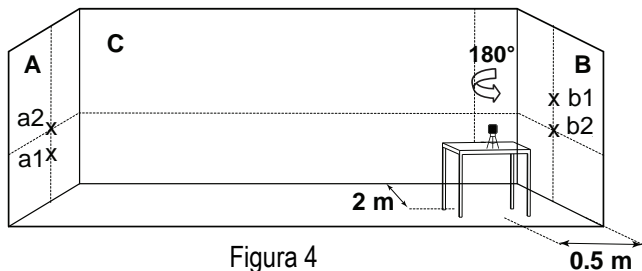

Figura 4
- 12) Na parede A, marque o ponto de intersecção como a2 (ver figura 4).